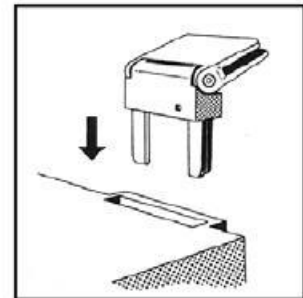

Рис.3
- Вставьте петли **2** в соответствующие пазы (рис. 3).